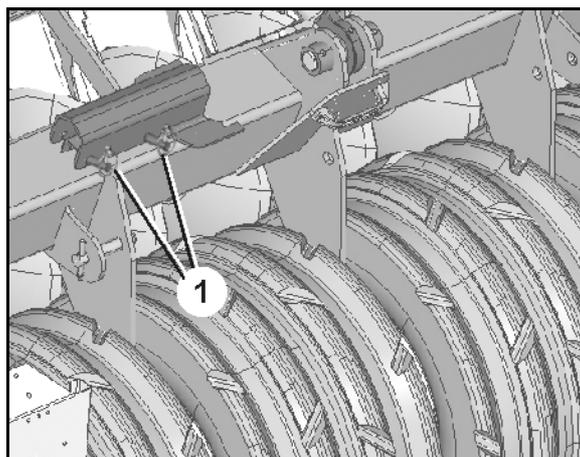

Fig. 32
2. Después del trabajo: desmontar el bloqueo de marcha del cilindro hidráulico y ponerlo en posición de estacionamiento con el perno y el pasador clavija (Fig. 32/1).